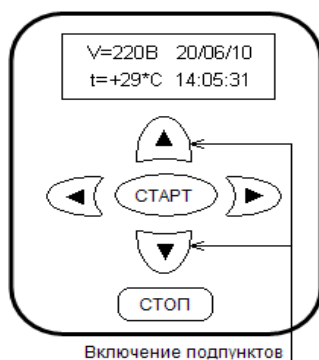
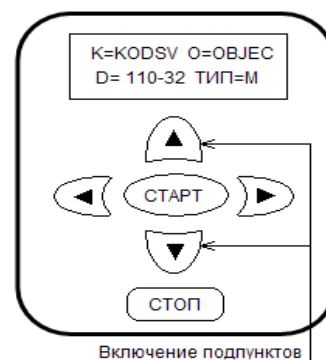

Рис. 4.
Рис. 5.
Для проверки установленной информации, температуры окружающей среды и напряжения питания, основной пункт имеет два информационных подпункта, которые включаются кнопками «БОЛЬШЕ», «МЕНЬШЕ». Пример приведен на рис. 4 и рис. 5. На экран выводится: в первом подпункте - напряжение питания (V), дата в виде число/месяц/год, температура окружающего воздуха (t) в градусах Цельсия, текущее время в виде часы:минуты:секунды, во втором - код сварщика (K=), код объекта (O=), диаметр (D=) и тип фитинга (ТИП=).